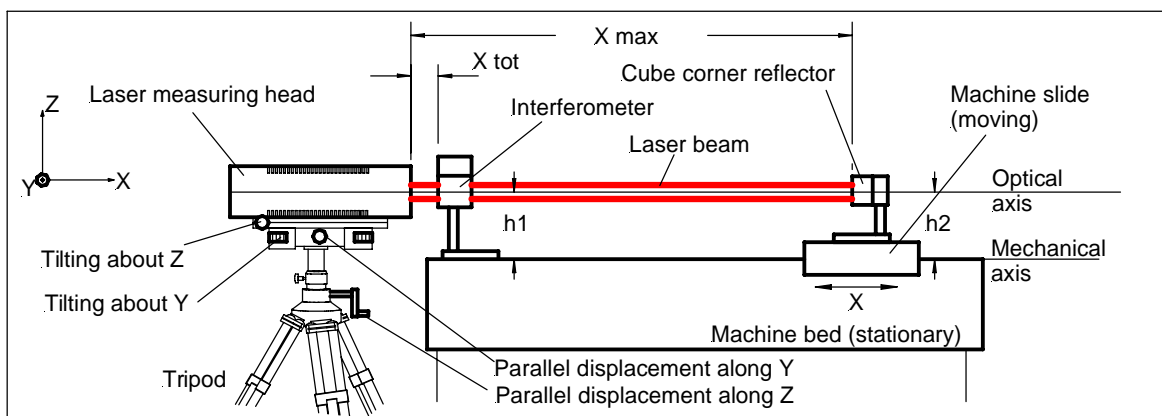

图 9: 测量光路示意图
要减小角度误差, 干涉镜和角隅反射镜必须与测量直线等高 ($h_1 = h_2$, 见图 9)。
- (1) 激光头与干涉镜的距离越近越好。(X_{tot})。
- (2) 角度反射镜与干涉镜的距离越远越好。(X_{max}) (图 9)。
- (3) 检查可调云台是否位于平行位移和倾斜范围的中间点。⇒它能够保证在光路精确调整的过程中, 有足够的调整空间。